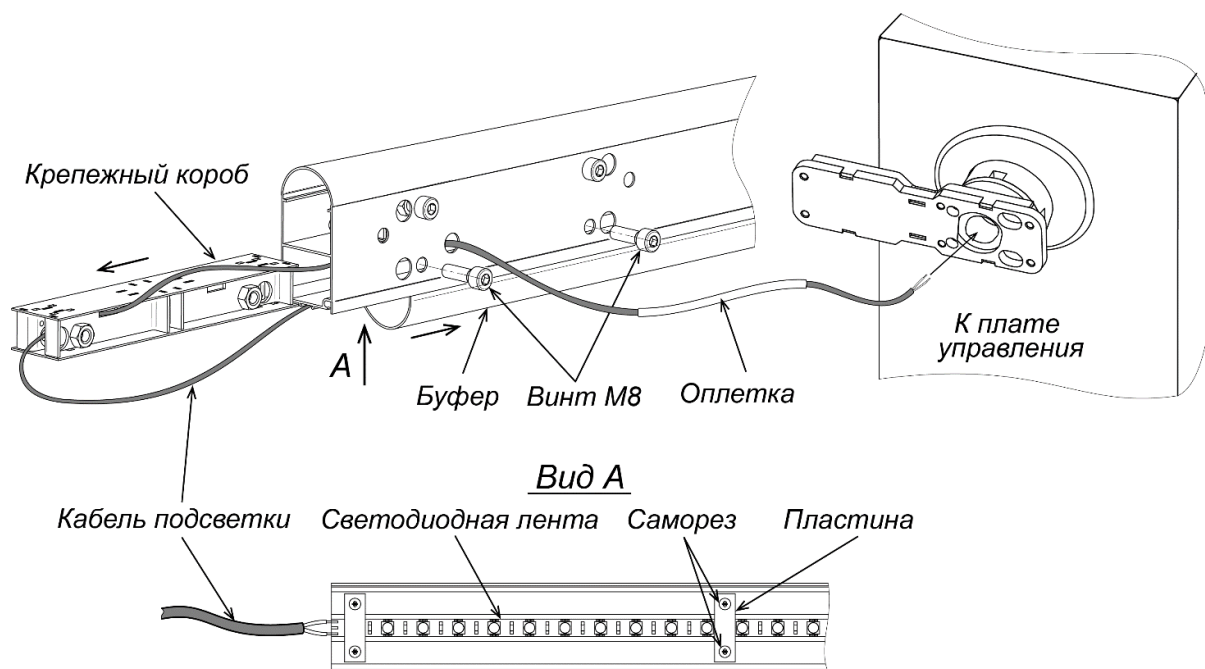

Рисунок 12. Монтаж подсветки стрелы PERCo-GBO
1. Снимите боковую заглушку стрелы, открутите два винта М8 и извлеките нижний крепежный короб из стрелы (см. рис. 12).
6. Наденьте на провода предохраняющую оплетку, входящую в комплект поставки стрелы, и заведите их внутрь корпуса стойки шлагбаума через отверстие в кронштейне стрелы (см. рис. 12). После установки стрелы на стойку шлагбаума (см. разд. 8.5.4) подключите провода подсветки стрелы к контактам $+12V - BOOM$ контактной колодки **X11** согласно схеме на рис. 22, соблюдая полярность.